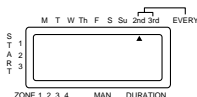

Ilustración 11
3. Oprima **ENTER**. El indicador dejará de pestañear (vea la ilustración 11). Cuando el indicador está pestañeando permite que se haga otra selección.